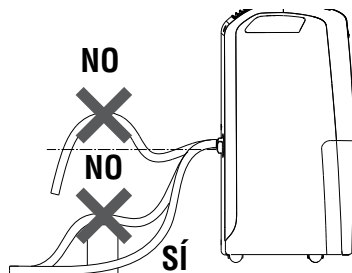

fig. 5
- 3) Asegúrese de que el tubo no supere nunca la altura de la boquilla (fig. 5). Pues en caso contrario, el agua no se vaciará; controle que el tubo no presente estrangulamientos.